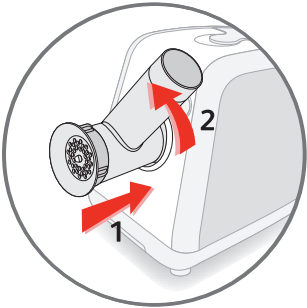

fig.2
- Наклоните блок рубки вправо (рис. 2).
- Закройте дверцу (14).